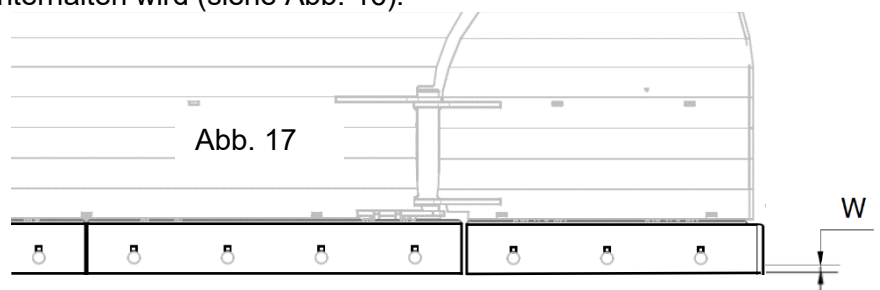
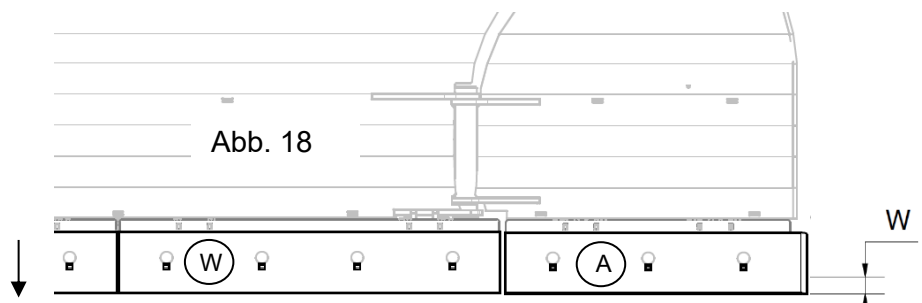

Abb. 17
Abb. 18
Wenn der Verschleiß erheblich ist und der Abstand $W \leq 10 \text{ mm}$ beträgt (siehe Abb. 17), müssen alle Schürfleisten nach unten versetzt werden (siehe Abb. 18). Wenn auch diese Position verschlissen ist, werden die Schürfleisten (B) gewendet bzw. die Schürfleisten mit umgebogener Kante (A) von links auf rechts getauscht. Es ist wichtig, dass die Schürfleisten unten nicht mehr als 60 mm überstehen, d. h. $W \text{ max.} = 60 \text{ mm}$.